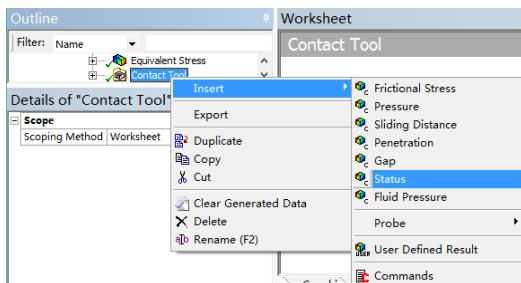

图 8-36 添加接触状态
2) 右击 Contact Tool 对象, 在弹出的快捷菜单中选择 “Insert” → “Status”, 如图 8-36 所示, 此时在树结构图中会出现 “Status” 选项。